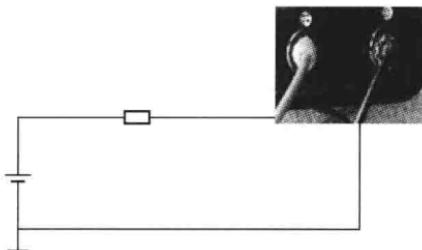

图 4-39 测量直流电流
(4) 将万用表串联在被测电路中, 使电流从十到一的方向流动即电流从红表笔流入, 从黑表笔流出, 如图 4-39 所示。